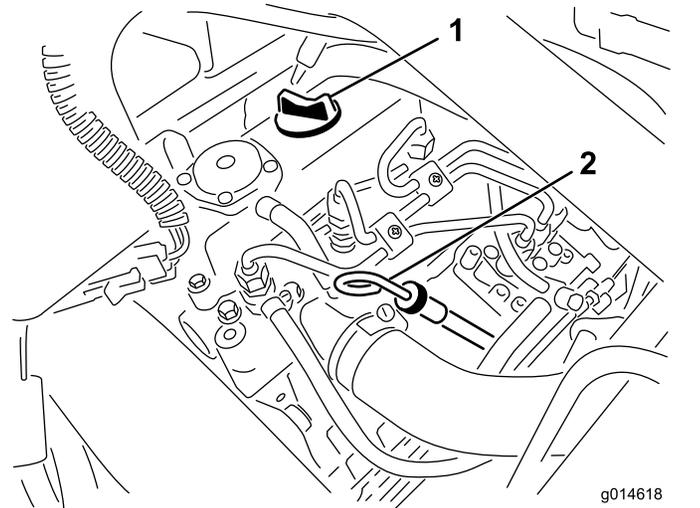

Рисунок 33
2. Выньте масломерный щуп и протрите его чистой ветошью (Рисунок 33).